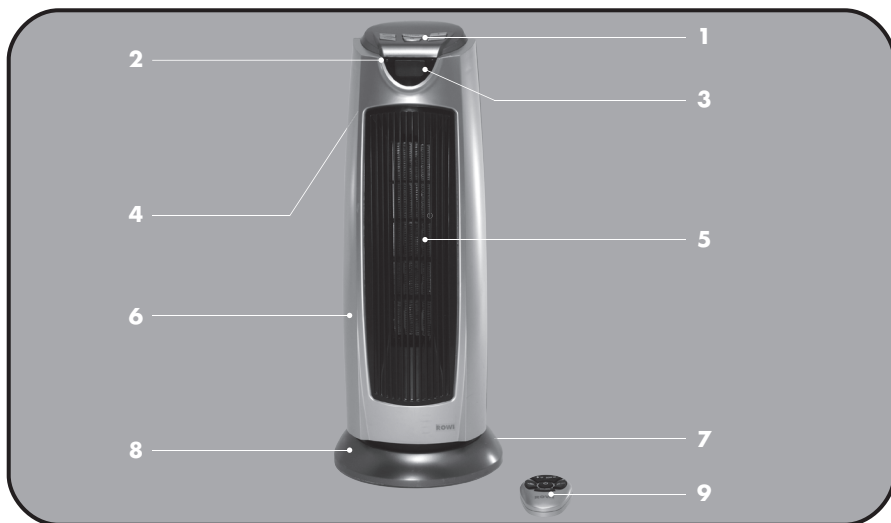
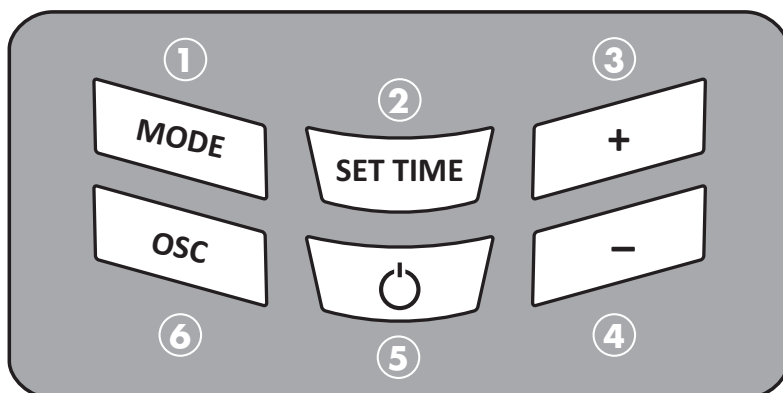

Abb. 2: Geräteübersicht
Abb. 3a: Bedieneinheit
1. Vergewissern Sie sich, dass das Gerät ausgeschaltet ist und die Kontrolllampe (siehe Abb. 2, Nr. 2) aus ist. Schließen Sie dann das Keramik-Turmheizgerät an eine geerdete, durch einen FI-Schutzschalter abgesicherte Steckdose an.
2. Schalten Sie nun das Gerät ein, indem Sie den Ein-/Ausschalter (siehe Abb. 2, Nr. 7) betätigen. Ein Piepton ertönt und die Kontrolllampe (siehe Abb. 2, Nr. 2) leuchtet auf.
3. Drücken Sie die Taste "POWER" (siehe Abb. 3a/b, Nr. 5).
4. Drücken Sie "MODE" oder "HEAT MODE" (siehe Abb. 3a/b, Nr. 1) um auf die gewünschte Heizstufe zu schalten. Folgende Möglichkeiten stehen Ihnen hierzu zur Auswahl:
1. Betätigen Sie den Oszillationsschalter (siehe Abb. 3a/b Nr. 6) um die Funktion zu aktivieren. Der Turmheizer bewegt sich nun im 90° Winkel von Seite zu Seite.
2. Um die Oszillation - Funktion zu deaktivieren drücken Sie wieder den Oszillationsschalter (siehe Abb. 3a/b Nr. 6).
1. Drücken Sie "SET TIME" oder "TIMER" (siehe Abb. 3a/b, Nr. 2) um die gewünschte Heizdauer anzuwählen. Die Timer-Funktion bietet Ihnen die Möglichkeit zwischen einer Heizdauer von 0h - 8h zu wählen. Danach schaltet sich das Heizgerät automatisch ab
2. Betätigen Sie die Taste "POWER" (siehe Abb. 3a/b, Nr. 5). Die Kontrolllampe (siehe (siehe Abb. 2, Nr. 2) erlischt.
3. Drücken Sie den Ein-/Ausschalter (siehe Abb. 2, Nr. 7) um das Gerät abzuschalten.
Das Gerät ist nicht angeschaltet.	Betätigen Sie den Ein-/Ausschalter (siehe Abb. 2, Nr. 7).